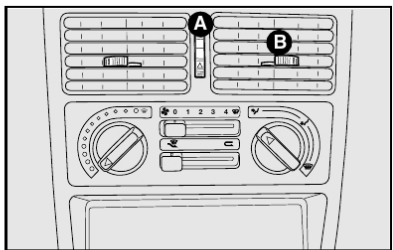

fig. 26
## DIFUSORES ORIENTÁVEIS E REGULÁVEIS figs. 26 e 27
4) Comando para regulagem da quantidade de ar nos difusores centrais **A-fig. 26**: posição difusor fechado (girar para baixo).
- 6) Comando para regulagem da quantidade de ar nos difusores centrais **A-fig. 26**: posição difusor fechado (girar para baixo).